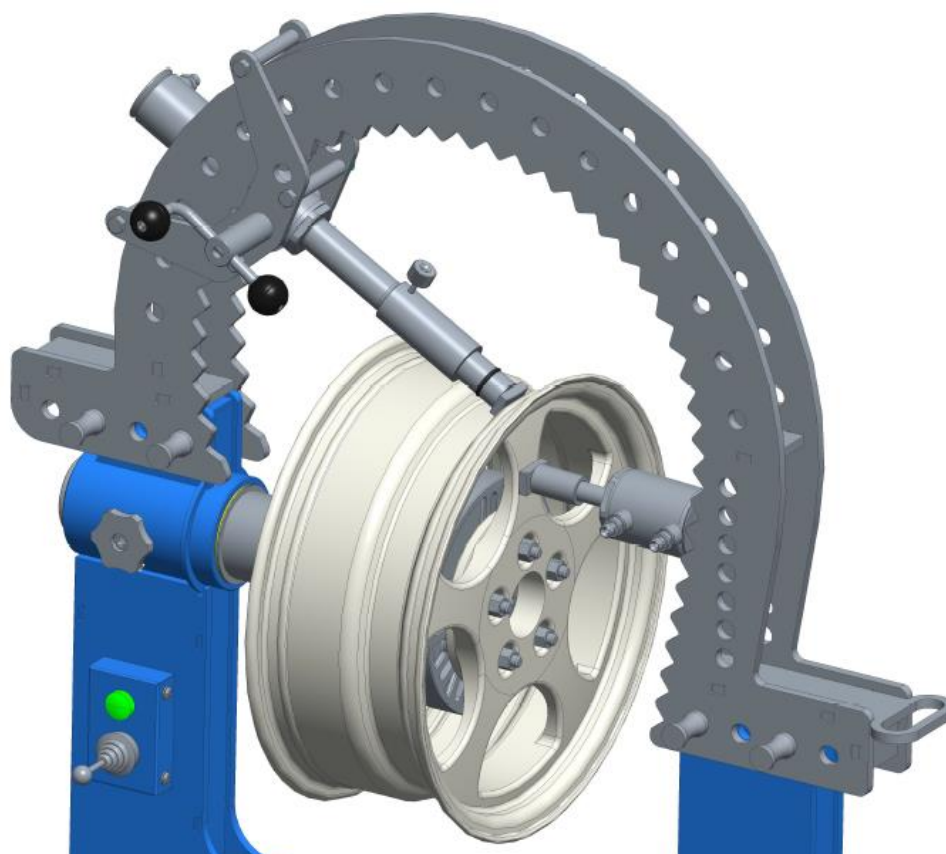

**Рисунок 7.** Поджим гидроцилиндром D50 во время правки.
7.6. Для более жесткой фиксации диска во время правки, его можно поджать гидроцилиндром D50. Рамку с гидроцилиндром D50 можно закрепить в любом месте моста, см. рисунок 7.